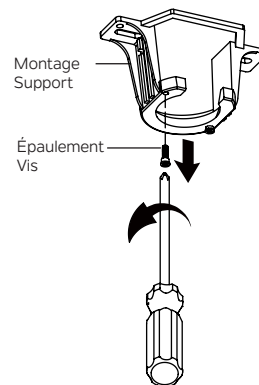

Fig. 17
Étape 1. Retirez l'une des deux vis à épaulement du support de montage. Desserrez la deuxième vis à épaulement sans la retirer complètement. (Fig. 17)